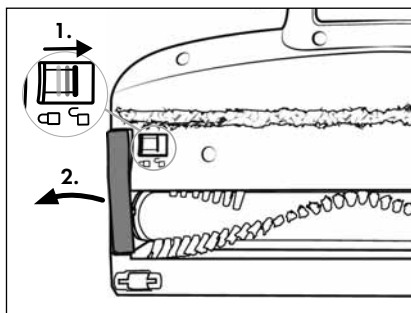

Abb. 26
① Hinweis
- 2) Entriegeln Sie die Bürstenrolle **21**, indem Sie die Bürstenrollenentriegelung **19** mit dem Finger in Richtung des Symbols (öffnen) schieben. Entfernen Sie dann den Bürstenrollenhalter **20** von der Bodenbürste **22** (siehe Abb. 26).